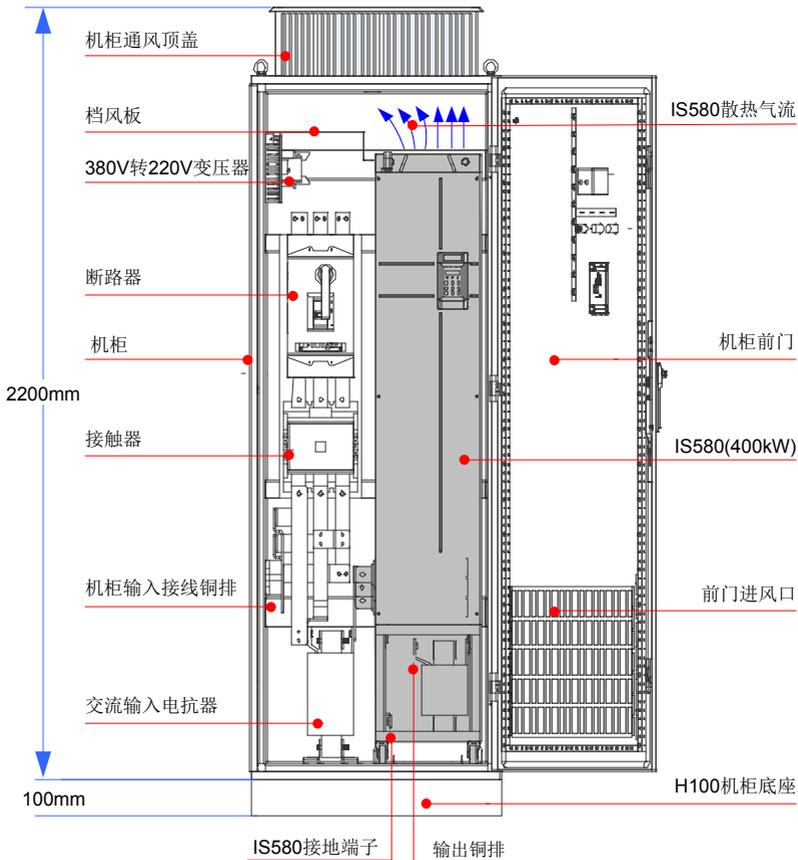

图 3-15 机柜布局推荐
- 在柜内安装时，请参照机柜布局示意图（如下图 3-15 所示），机柜框架为 2200\*800\*600（单位 mm，含 H200 机柜通风顶盖），为了确保机柜的安装，必须加上 H100 的机柜底座。要在柜内顶部安装挡风板，防止 IS580 散热气流在柜内循环，在柜门下部必须开进风通风孔；